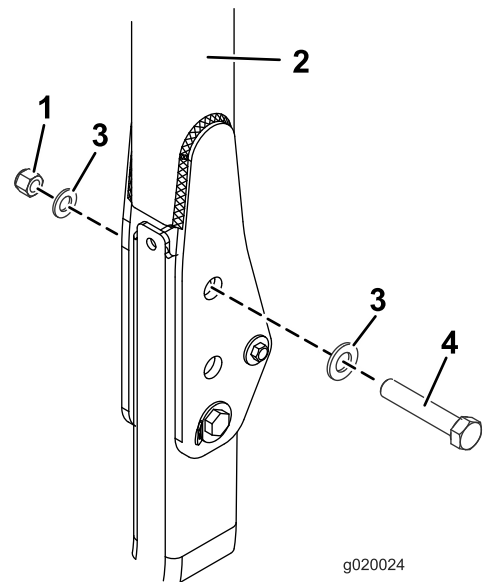

Figura 27
3. Insira uma anilha (13/16 pol. x 1½ pol.) em cada parafuso (¾ pol. x 4 pol.), como se mostra na Figura 27.
4. Nos furos de onde removeu os pinos, instale os parafusos e as anilhas (Figura 27).
5. Instale outra anilha em cada parafuso e prenda com porcas de ¾ pol. como se mostra na (Figura 27). Aperte as porcas com uma força de 323 a 396 N·m.
6. Aperte o parafuso da articulação ROPS (Figura 27) com 91 a 113 N·m para evitar qualquer oscilação da barra de segurança e toldo.